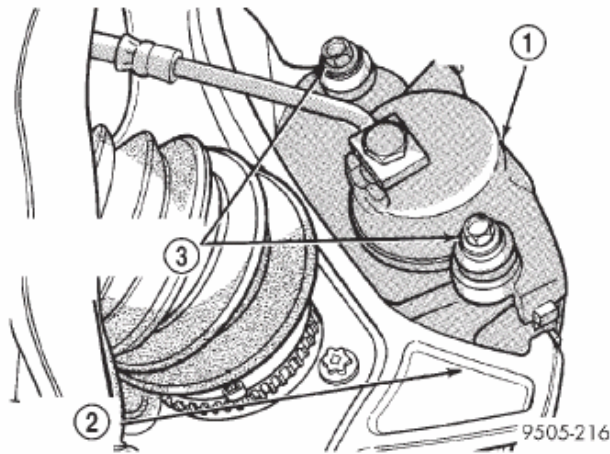

Fig. 4 Pernos de fijación de pasador de guía del calibrador
(5) Retire los pernos de fijación de pasador de guía del conjunto de calibrador delantero del freno de disco a la articulación de dirección (Fig. 4).